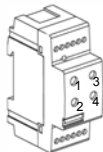

Fig. 3
2. Conecte la tensión de red y pulse la tecla de programación (Fig. 3). El LED rojo está encendido.
Cada módulo actor de conmutación puede ser controlado directamente a través de las teclas LED (Fig. 3). En este caso, el módulo no debe hallarse en el modo de programación (ver Puesta en funcionamiento, programación). Cada pulsación efectuará un cambio del estado de conmutación del LED correspondiente y del relé. En el módulo actor doble de conmutación, las teclas LED 2 y 4 no tienen funciones y sirven sólo para el direccionamiento.